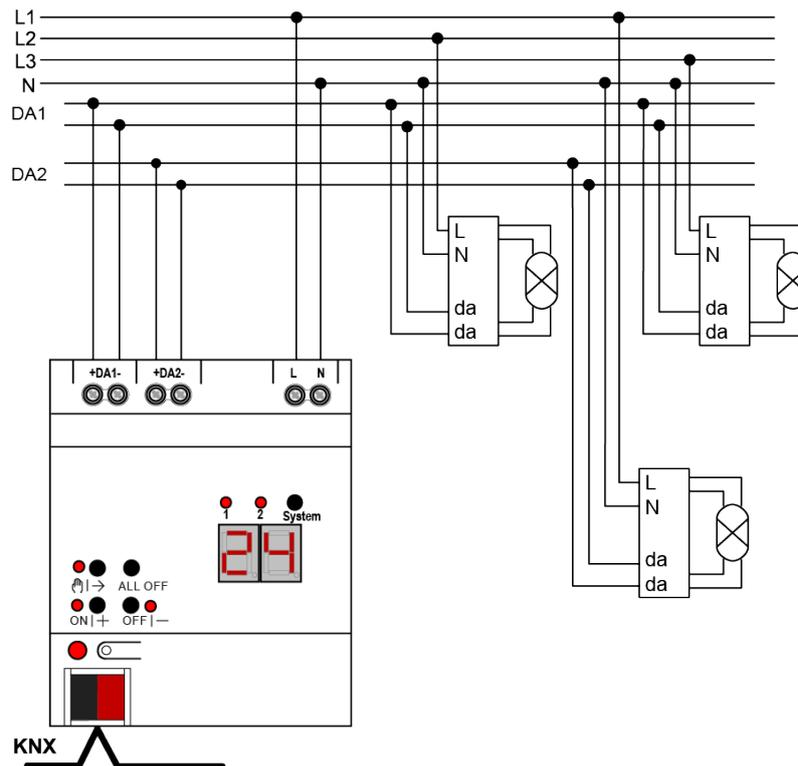

Figura 3: Ejemplo de conexión DALI Gateway doble
- Conectar el aparato según el ejemplo de conexión (véase figura 3).